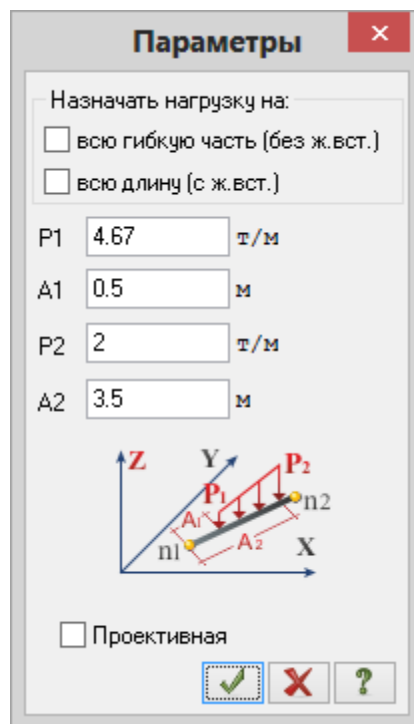

Рис.1.15. Диалоговое окно **Параметры** (трапециевидная нагрузка) Формирование загрузки
- В этом окне задайте параметры: $P1 = 4.67$ т/м, $A1 = 0.5$ м, $P2 = 2$ т/м, $A2 = 3.5$ м (рис.1.15).